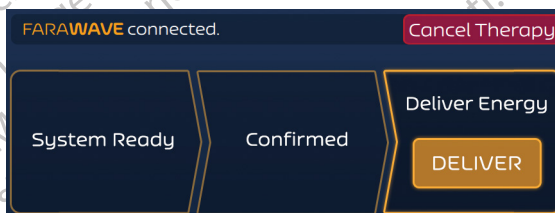

Abbildung 10. Therapiebildschirm – Asynchroner Modus – Bereit-zur-Abgabe-Modus
5. Durch Drücken von CONFIRM (Bestätigen) wird die Schaltfläche DELIVER (Abgabe) aktiviert, wie in Abbildung 10 dargestellt.